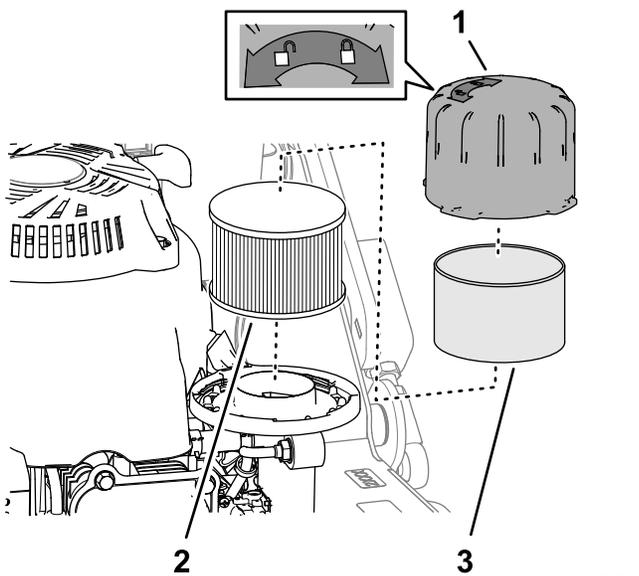

Рисунок 29
2. Снимите крышку воздухоочистителя и тщательно очистите ее (Рисунок 29).
- Снимите фильтр предварительной очистки из пеноматериала и промойте его в воде с мягким моющим средством, затем осушите промоканием (Рисунок 29).
- Снимите и проверьте элемент воздушного фильтра (Рисунок 29); если он сильно загрязнен, замените его.